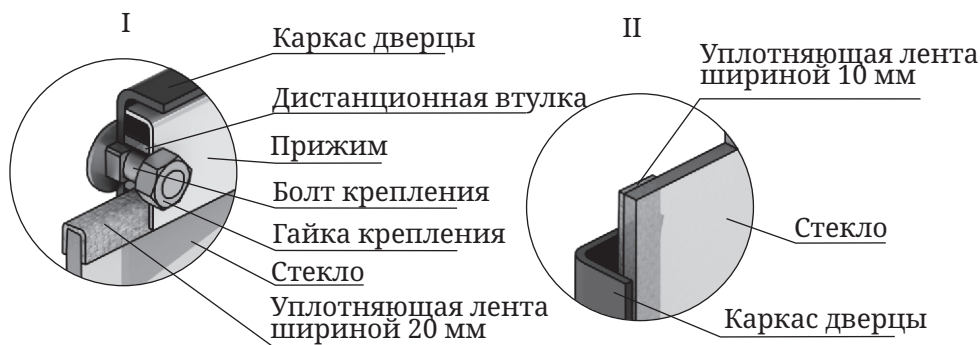

Рисунок 10. Крепление светорозрачного экрана дверцы модификации «Витра»
3. Возьмите новое стекло. Если на нем нет уплотняющих лент, наклейте их, лента шириной 20 мм наклеивается сверху и снизу стекла «П» - образно (рисунок 10.И), лента шириной 10 мм наклеивается вертикально, вдоль боковых сторон стекла (рисунок 10.И).
4. Вставьте стекло в упор, при этом лента, наклеенная с боковых сторон (вертикальная) должна быть зажата между стеклом и каркасом дверцы (рисунок 10.И).
*Внимание! Гайки, крепящие прижим накручиваются на болты крепления через дистанционные втулки (рисунок 10.И).*